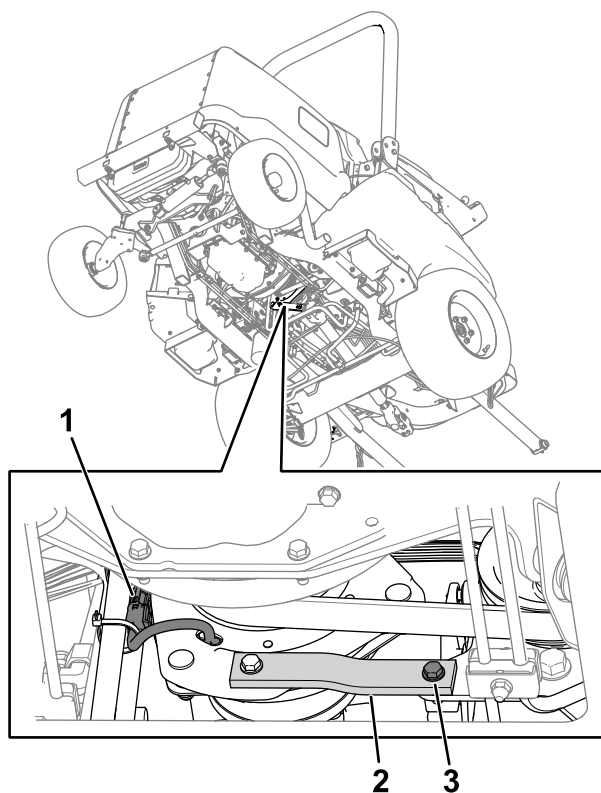

Bild 77
2. Ziehen Sie den Anschluss des Kabelbaums der Kupplung vom Maschinen-Kabelbaum ab (Bild 77).
3. Entfernen Sie die Schraube, Unterlegscheibe und Mutter vom Gummiband (**Bild 77**) am Rahmen.